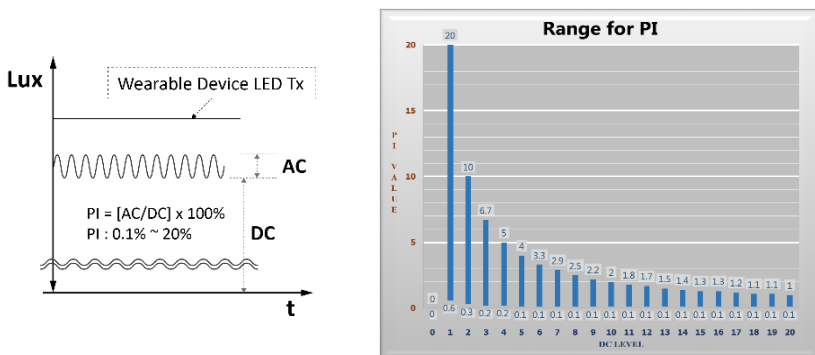

图 1：灌注指数（PI）
| 图 1: 灌注指数 (PI) .....            | 7  |